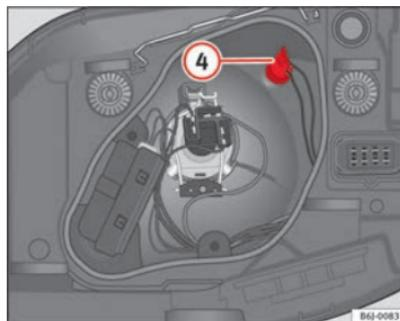

Fig. 149 Luz de posición
- Extraiga el portalámparas ④ ⇒ fig. 149 hacia fuera.